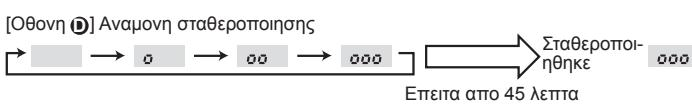

Fig. 8-3
- ③ Πατηστε το κουμpi (FILTER) (+) γia νa εpiβeβaiawse te tη ρuθmisi. (Fig. 8-3)